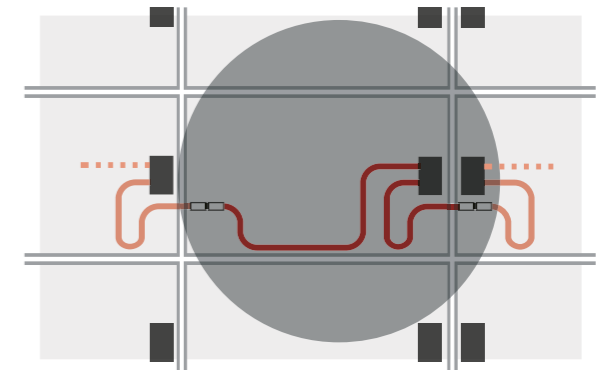

Abb. 2: Beispiel für U-förmige Leitungsführung an Anschlussdose bei Quermontage bei den Module X61, X63, X81, X83, P23, S81 Sol und S83 Sol.
- Bei Quermontage der Module führen Sie die Leitungen U-förmig von der Anschlussdose weg (siehe Abb. 2).